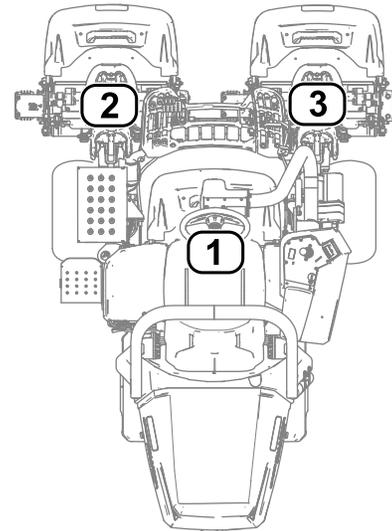

Рисунок 25
- 1 обозначает средний режущий блок (Рисунок 25)
- 2 обозначает передний левый режущий блок (Рисунок 25)
- 3 обозначает передний правый режущий блок (Рисунок 25)